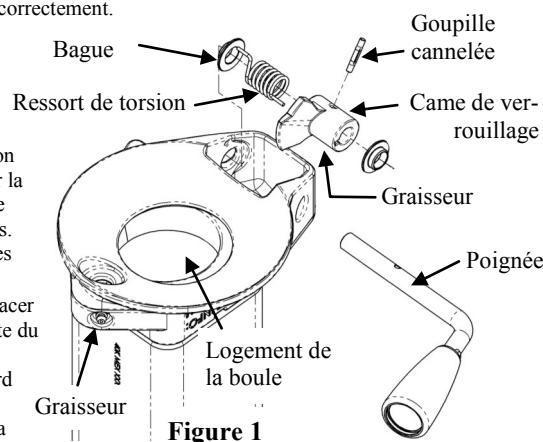

Figure 1
1. Empêchez le coupleur de tomber avant de desserrer les écrous. Enlevez les boulons à serrage contrôlé et faites baisser l'assemblage coupleur de la remorque. Desserrer les boulons de réglage, retirer la cheville porteuse et l'ensemble inférieur du coupleur de la remorque. Avec le logement de la boule vers le haut (Fig. 1), repérer visuellement les pièces et leur orientation, en accordant une attention particulière à la fonction de la poignée et de la came de verrouillage. Tourner la poignée pour exposer la goupille cannelée. Avec un poinçon, retirer la goupille cannelée et faire sortir la poignée du coupleur. Retirer et jeter toutes les anciennes pièces. NE PAS remonter en utilisant une des anciennes pièces, n'utiliser que les pièces fournies dans le kit de pièces.